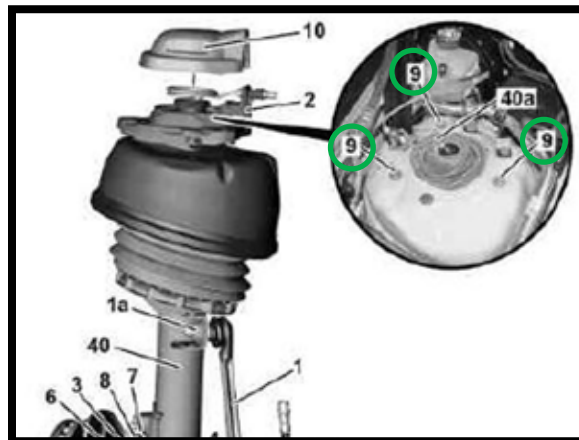

ABBILDUNG 9 - #9
10. OBERE MONTAGESCHRAUBEN AM OBEREN FEDERBEINLAGER LÖSEN UND ABNEHMEN. (ABBILDUNG 9 - #9)